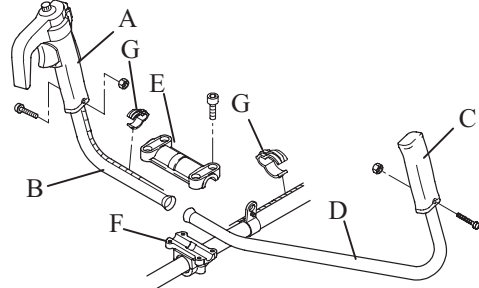

Fig.8-1
Montate l'impugnatura di controllo (A) sul manubrio destro (B) e la manopola (C) sul manubrio sinistro (D). Posizionate i due manubri sulla crociera (F) ponetevi sopra il carter (E) e fissate il tutto con le quattro viti. Fissate i cavi acceleratore e massa al manubrio tramite le apposite fascette (G). (Fig. 8-1)